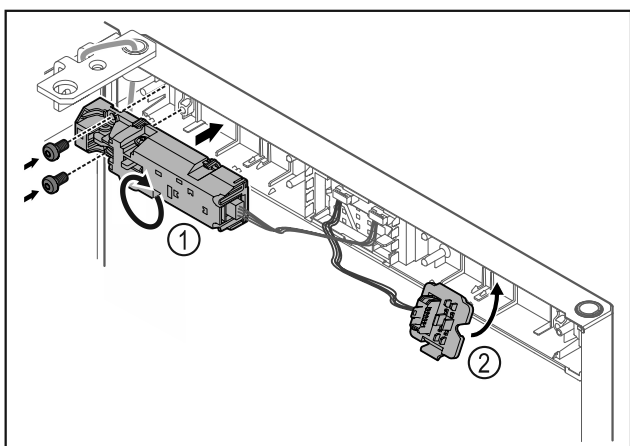

Fig. 24
- ▶ Obrócić o 180° zdalną blokadę Fig. 24 (1) i zamocować po drugiej stronie.
- ▶ Zatrzasnąć uchwyt wtyczki Fig. 24 (2) po przeciwnej stronie.